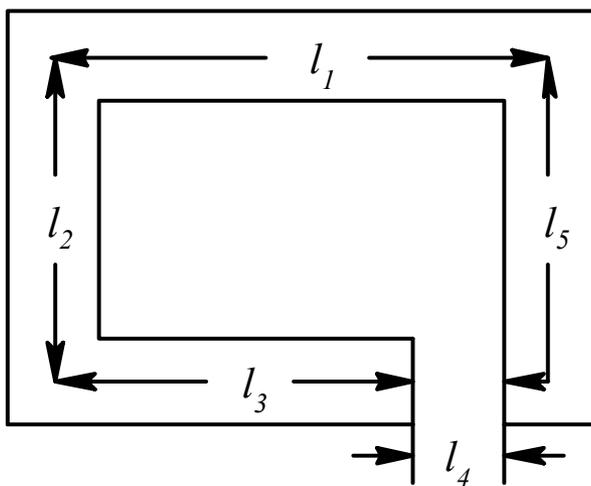

图 9.13 思考题 2 图
2、一磁路如图9.13所示，图中各段截面积不同，试列出磁通势和磁位差平衡方程式。